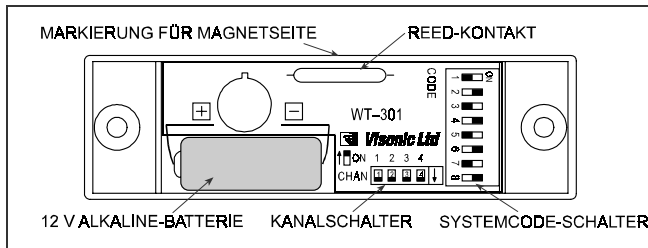

Abb. 1: WT-301
A. Der WT-301 hat einen 8-poligen DIP-Schalter (markiert von 1-8). Durch das Einstellen der jeweiligen Schalter auf die EIN- oder AUS Position, kann der Systemcode gewählt werden (siehe Abb. 1 + 2).
Der WT-301 wird mit einer Miniatur 12 V Alkaline-Batterie betrieben (Typ Duracell MN-21 oder Golden Power GP23A). Die Batterie ist zwischen die Plus-/Minusklammern einzusetzen. Beachten Sie die Polarität (siehe Abbildung 1).